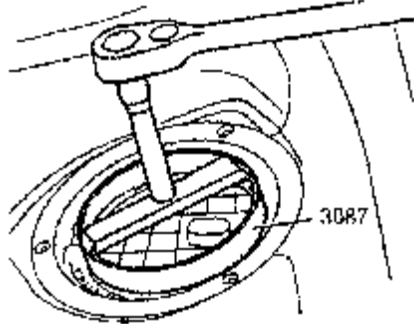

图 4-161 拆卸锁紧环
(7) 如图 4-161 所示，用燃油箱传感器扳手 3087 拆卸锁紧环。拆卸法兰及油箱孔口的密封件。断开法兰内侧燃油表传感器 2 的导线。